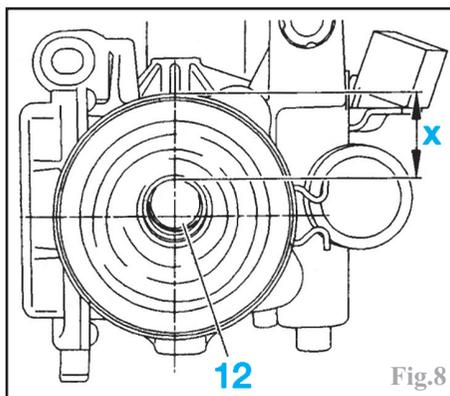

Fig.8
Contrôler la position de la rotule (12) de l'actionneur (Fig.8). La cote "X" doit être comprise entre 25 et 30 mm.
Contrôler la présence de graisse dans le logement de la rotule (12) (Fig.8). Graisser au cas où il n'y en aurait pas assez.